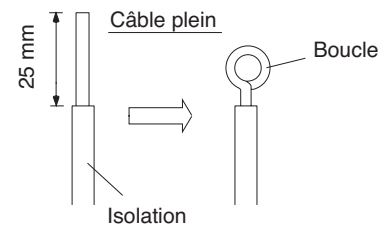

Fig. 27
- (1) Coupez l'extrémité du câble à l'aide d'une pince coupante, puis dénudez l'isolant pour mettre à jour le câble plein sur environ 25 mm. (Fig. 27)
- (2) En utilisant un tournevis, retirez la ou les vis des bornes sur le bornier.
- (3) En utilisant la pince, courbez le câble plein pour former une boucle adéquate pour la vis de borne.
- (4) Formez correctement le câble en boucle, placez-la sur le bornier et fixez-la fermement avec la vis de borne retirée en utilisant un tournevis.